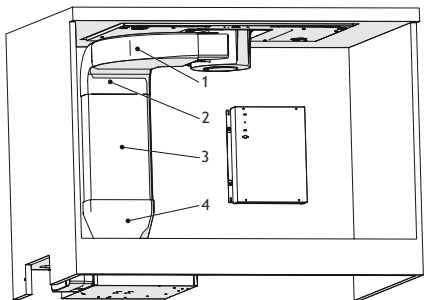

Fig. 22
9. ➔ ■ Sæt nu de aftrækskanaler på der er behov for (Fig. 22).